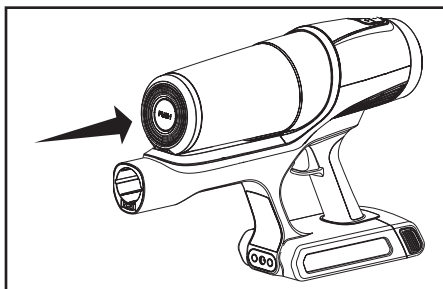

Imagen 1
1. Asegúrese de que la aspiradora esté apagada antes de realizar cualquier operación de mantenimiento. Localice el botón de liberación del depósito de polvo en la parte inferior del mismo. Pulse el botón de liberación para soltar el depósito del polvo (Imagen 1).